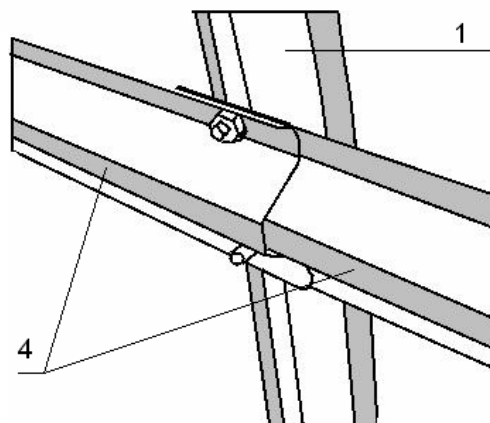

Рис.12 Соединение стрингеров с аркой
3.12.4. С целью предотвращения изгибов металлоконструкции и для простоты сборки следующую арку временно зафиксируйте к стрингерам по одному винту в трех точках, в удлинениях арки и по вершине теплицы. В свободные отверстия для крепления стрингеров в арочной части установите два винта (м4х10), установите свободный конец стрингера (пункта 3.12.1.) и продлите его следующим стрингером № 4 и затяните данные три детали гайками (см. Рис. 12). После крепления стрингеров в свободных отверстиях скрутите гайки с фиксирующих винтов, продлите стрингер следующим стрингером № 4 и соедините три детали вместе (см. Рис. 12).